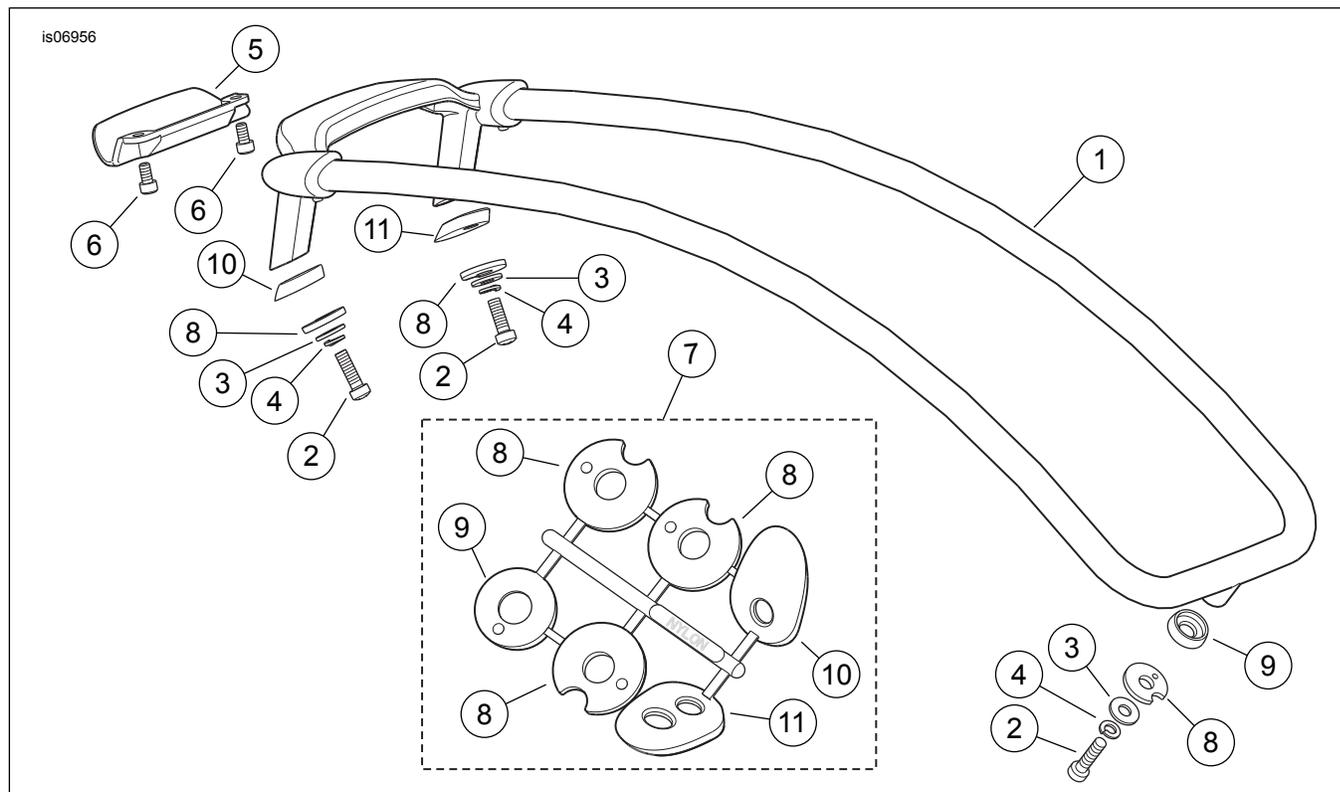

Figura 1. Parti di ricambio, guide Air Wing per parafango modelli Trike
Vedere Figura 1 e Tabella 1.
2. Vedere Figura 1. Utilizzando delle forbici o un coltello multiuso, tagliare di netto tutte e tre le rondelle di montaggio di plastica (8) ed i cuscinetti di montaggio (9, 10, 11) dal supporto di un set. Installare il cuscinetto di montaggio corretto su ciascuno dei tre attacchi a vite su una sola guida di finitura (1).
12. Procurarsi una delle guide di finitura. **Se NON si installa un kit di luci per guida Air Wing (No codice 68286-10 o 68388-10):** Fissare la piastra di riporto (5) sulla parte inferiore della traversa posteriore della guida di finitura con due viti N° 8-32 (6) prese dal kit. Serrare ad una coppia di 3,1–3,5 N·m (27–31 in-lbs).